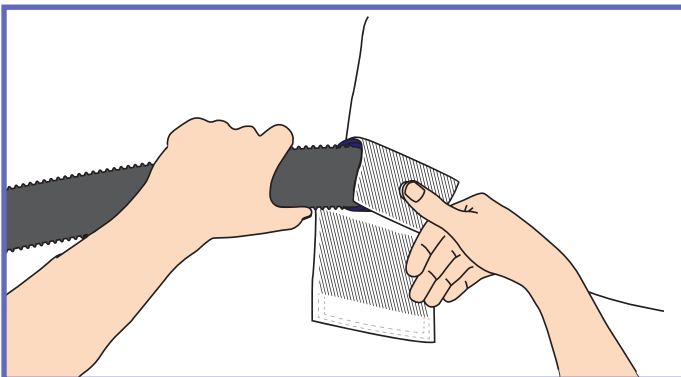

Fig. 3
- 2) Sæt tryklåseknappen på *Maxi Air*-madrassen sammen med tryklåseknappen på luftslangen, se "Fig. 3".